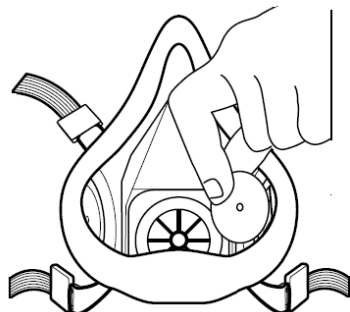

Fig. 09
1. Remova as válvulas de inalação das peças semifaciais ou das peças faciais inteiras e guarde-as de modo que permaneçam planas. Com forme mostra os exemplos das Fig. 09 e 10.